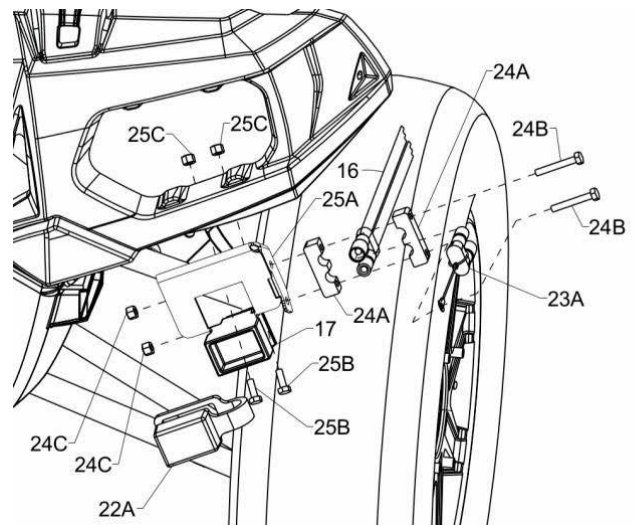

Abbildung 7. Installation des Steuerungskabelbaumbefestigungsbügels G10754
3. Bringen Sie den Befestigungsbügel (25A) mit zwei 1/4"-20 x 3/4"-Innensechskantschrauben (25B) und zwei selbstsichernden 1/4"-20-Muttern (25C) an das Fahrzeug an, wie in Abbildung 7 dargestellt.
4. Installieren Sie das Steckerende des fahrzeugeitigen Strom-/Massekabels (16) mit zwei Strom-/Massekabelbefestigungsbügeln (24A), zwei 1/4"-20 x 1-3/4"-Innensechskantschrauben (24B) und zwei selbstsichernden 1/4"-20-Muttern (24C) am Steuerungskabelbaumbefestigungsbügel (25A). Bringen Sie das Band der Strom-/Massekabelschutzkappe (23A) an der unteren Innensechskantschraube (24B) an, wie in Abbildung 7 dargestellt. (Installieren Sie bei Fahrzeugen mit einer hinten eingebauten Batterie das optionale 8 ft. (ca. 2,4 m) lange fahrzeugeitige Strom-/Massekabel (16)).
5. Installieren Sie die fahrzeugeitige Steuerungskabelbaumschutzkappe (22A) am großen Steckerende des fahrzeugeitigen Kabelbaums (17) und führen Sie den Kabelbaum in den Steuerungskabelbaumbefestigungsbügel ein (25A).